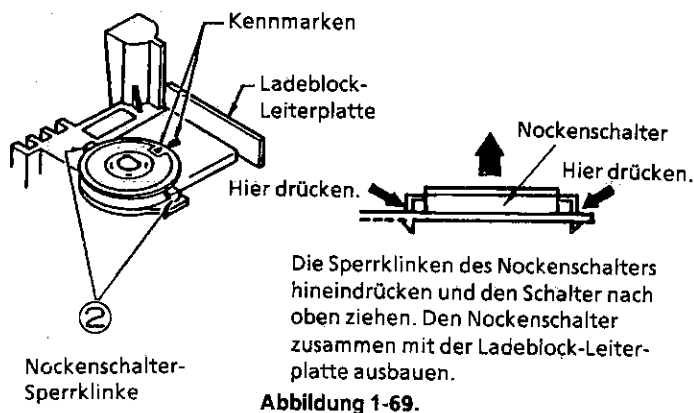

Abbildung 1-69.
1. Die Kabel ① vom Lademotor ablöten.
2. Die rechten und linken Haltehaken ② des Nockenschalters außerhalb des Ladeblocks entriegeln. Danach den Nockenschalter und die Ladeblock-Leiterplatte herausnehmen (siehe Abbildung 1-69).